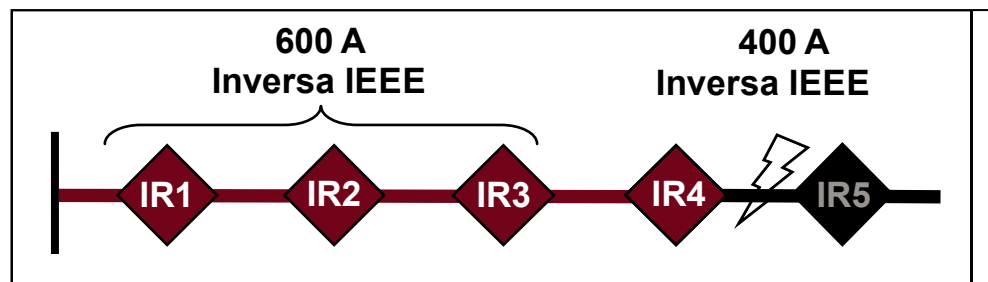

Figura 20. Falla temporal de la CEC; IR2 e IR3 cambian a una curva TCC más lenta.
- IR2 e IR3 cambian a una curva TCC más lenta. Ver Figura 20.